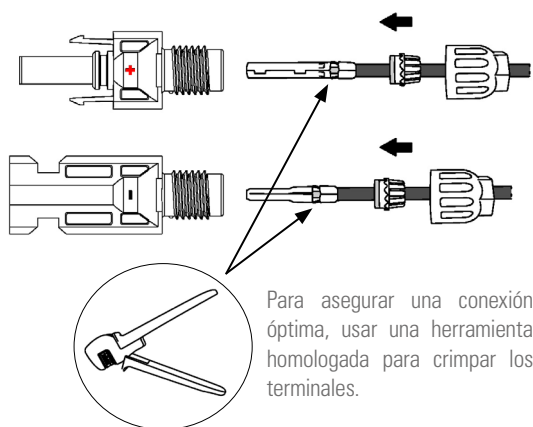

Fig. 39. Prensado del cable.
- d. Insertar el cable de DC a través de la tuerca del conector de DC en el terminal metálico y presionar el terminal con unos alicates profesionales de prensado (tirar del cable para verificar si el terminal está bien conectado al cable), tal como se muestra en la Fig. 39: